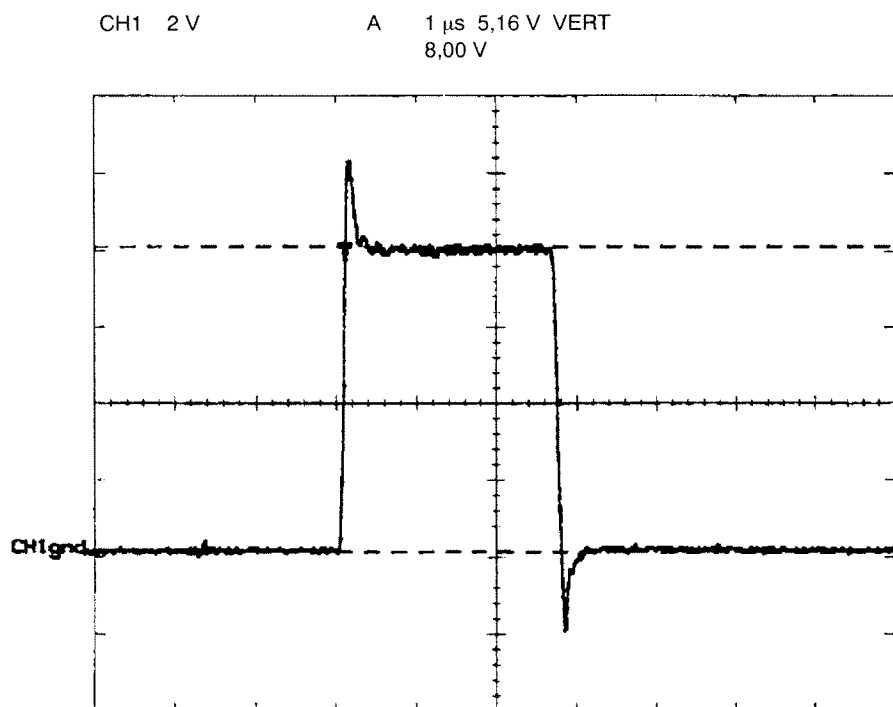

Bild 24.
- Anslut oscilloskopet till T-stycket på videokabelns åskskydd. Välj LIN-video. Justera MF-förstärkningen så att brusmattan försvinner. Ställ in signalgeneratorns pulstid till 2 μ s och justera utnivån så att ett mättat eko erhålls. Mät videoamplituden, riktvärde 8 V \pm 0,5 V. Vid behov justera med potentiometer A5R4. Se bild 24.